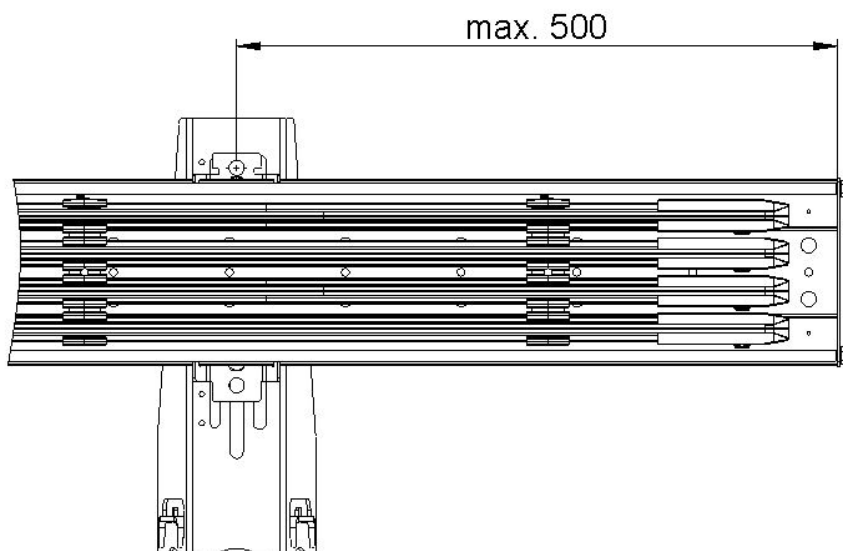

Abb. 17: Konsole mit einem max. Abstand von 500 mm zur Endbaugruppe
5. Die letzte Konsole sollte einen max. Abstand von 500 mm bis zur Endbaugruppe haben (siehe Abb. 17).